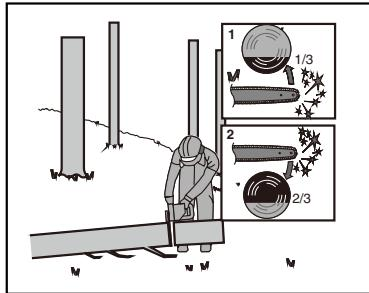

Bild 4
När stocken stötas i ena änden, så som visas på bild 4, sågas in 1/3 diameter från undersidan (kapning från undersidan) (1).